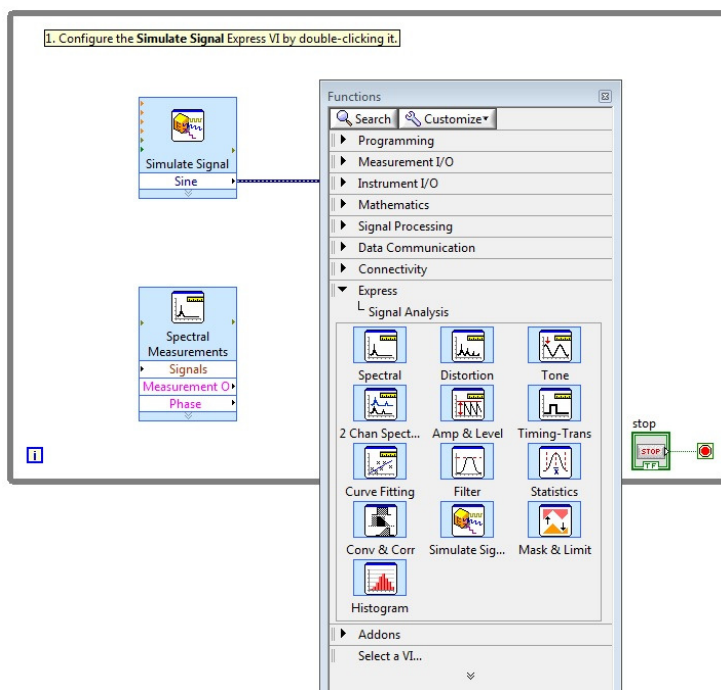

Figura 4 – Seleção do bloco *Espectral*.
5. Adicionando-se algumas funcionalidades ao sistema de geração e exibição de gráficos, em particular uma indicação gráfica no domínio da frequência, baseada em FFT (tópico a ser abordado nos próximos capítulos deste livro). No diagrama em bloco selecione a paleta de funções, sub paleta *Express*, sub paleta *Signal Analysis*, escolha o bloco *Spectral* e o arraste para o interior da estrutura, como indicado na Figura 4. Além do bloco correspondente aparecerá uma janela denominada *Configure Spectral Measurements*.